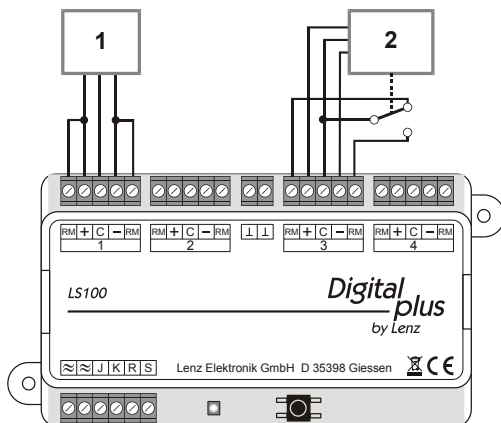

Figure 6
Si vous utilisez un moteur à double bobine (ou un relais bistable) muni de contacts de fin de course (n° 1 sur la figure 6), le raccordement aux entrées rétrosignalisation (RM) est très simple. Connectez les bornes + et - aux bornes **RM** adjacentes comme indiqué sur la figure 6. Si votre moteur dispose de contacts d'information séparés (contacts d'inverseur) (n° 2 sur la figure 6), les contacts sont reliés aux bornes **RM** et **C** comme indiqué sur la figure 6. En ce qui concerne la lecture de la position de l'accessoire connecté sur votre régulateur manuel LH100 ou sur un autre appareil, veuillez consulter les instructions accompagnant ce dernier.